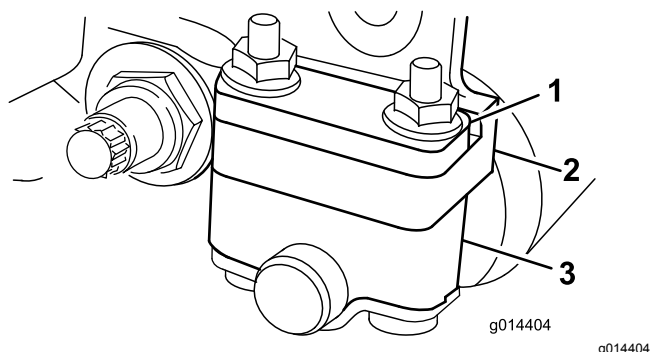
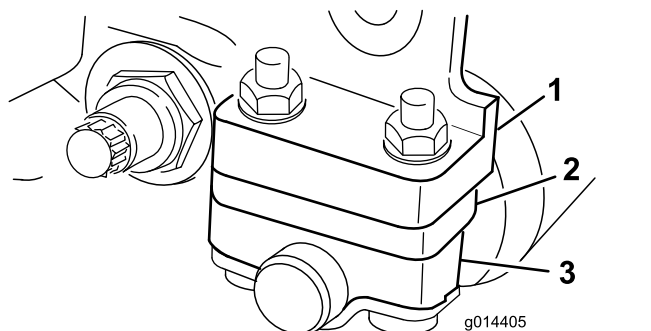

図 6
図 7
使用する刈高によって、後ローラブラケットの取り付け位置を低位置または高位置図 6 または 図 7 から選択する必要があります。
- 刈高 $1.5\text{--}6\text{ mm}$ の場合図 6 のように、スペーサをサイドプレート取り付けフランジの上にセット出荷時の設定する。
- 刈高範囲が 3-25 mm の場合は、図 7 のように、スペーサを取り付けフランジの下にセットする。
4. 必要に応じてスペーサを、ローラブラケットの上または下にする図 6 または図 7。